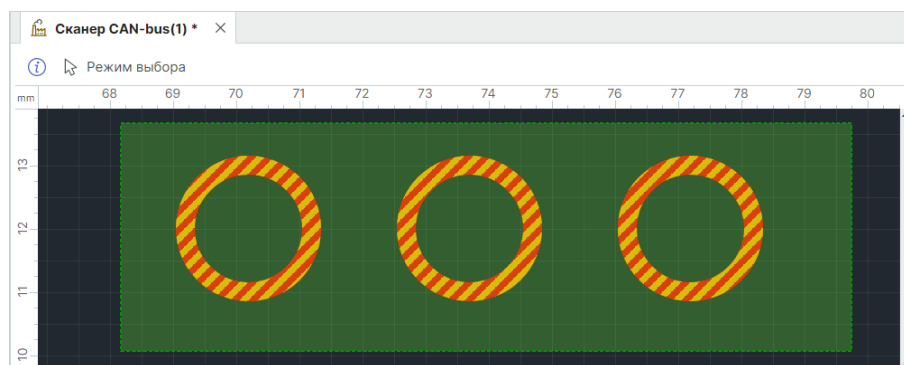

Рис. 363 Групповой выбор объектов областью с помощью инструмента «Выбрать»
- С помощью инструмента «Выбрать», удерживая левую кнопку мыши, расположите прямоугольную область выделения, поместив в нее объекты, которые необходимо выбрать, см. Рис. 363.